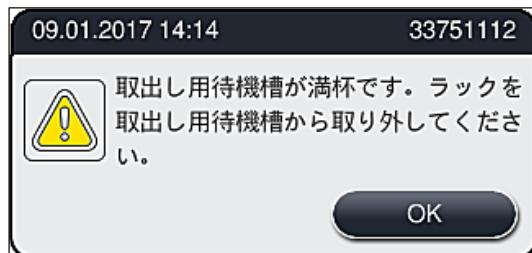

図86
- ・遅くとも、アンロードステーションが満杯になったことを知らせる警告メッセージが表示されたときは、取り出し用待機槽を開き、ラックを取り出す必要があります (→「図86」)。警告メッセージに従わなかつた場合、その後はラックをアンロードステーションに移すことができなくなります。ステップ時間が守られず、染色プロセスが延びるため、染色結果が変化し、最終的には無効になる可能性があります。